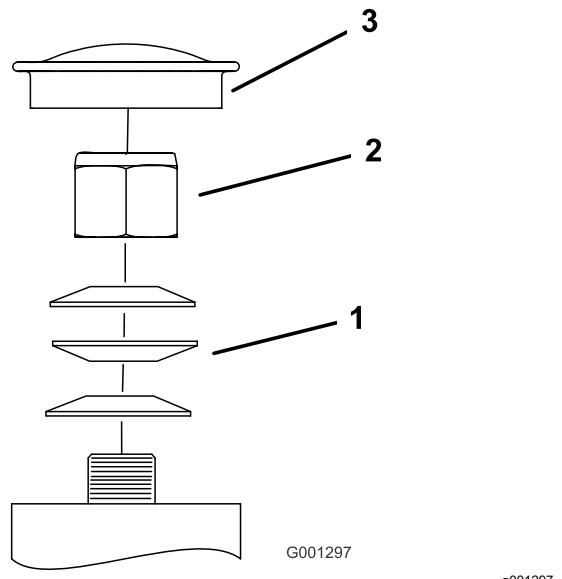

Figure 77
3. Retirez le capuchon protecteur de la roue pivotante et serrez le contre-écrou (Figure 77).
4. Continuez de serrer le contre-écrou jusqu'à ce que les rondelles élastiques soient aplatis, puis desserrez-le d'un quart de tour pour obtenir la précharge correcte des roulements (Figure 77).
Important: Veillez à placer les rondelles élastiques correctement, comme montré à la Figure 77.
5. Reposez le capuchon protecteur (Figure 77).